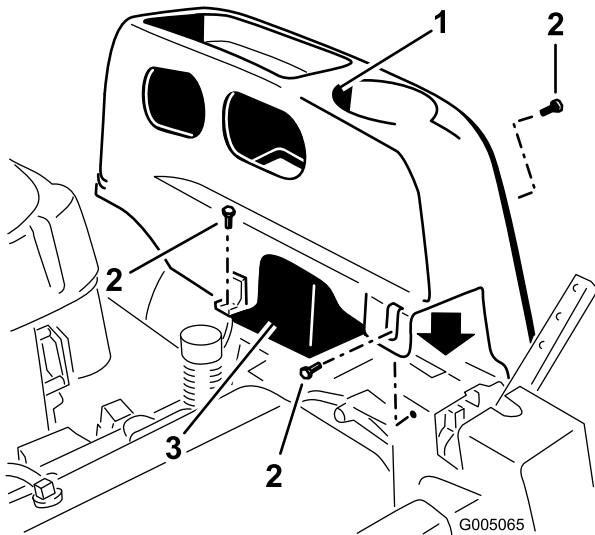

Figure 20
2. Enlevez les vis à tête TORX® (T25) qui fixent le couvercle gauche au châssis, comme illustré à la Figure 20.